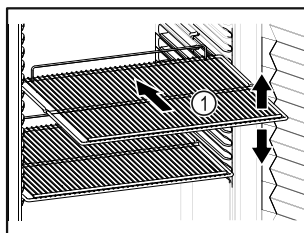

Fig. 18 Primjer izgleda
- Ako su rešetke za polaganje *Fig. 18 (1)* pomične, prilagodite ih po visini.